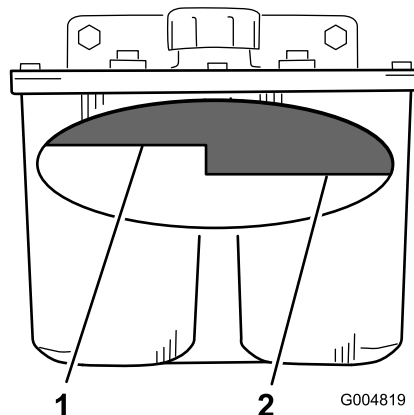

Figura 97
3. Limpie la zona alrededor del cuello de llenado del depósito de aceite hidráulico (Figura 97).
4. Retire el tapón del cuello de llenado y mire dentro para ver si hay fluido en el depósito (Figura 97).
**Nota:** El nivel de aceite debe llegar a la parte superior del nivel caliente del tabique cuando el aceite está caliente (Figura 97).